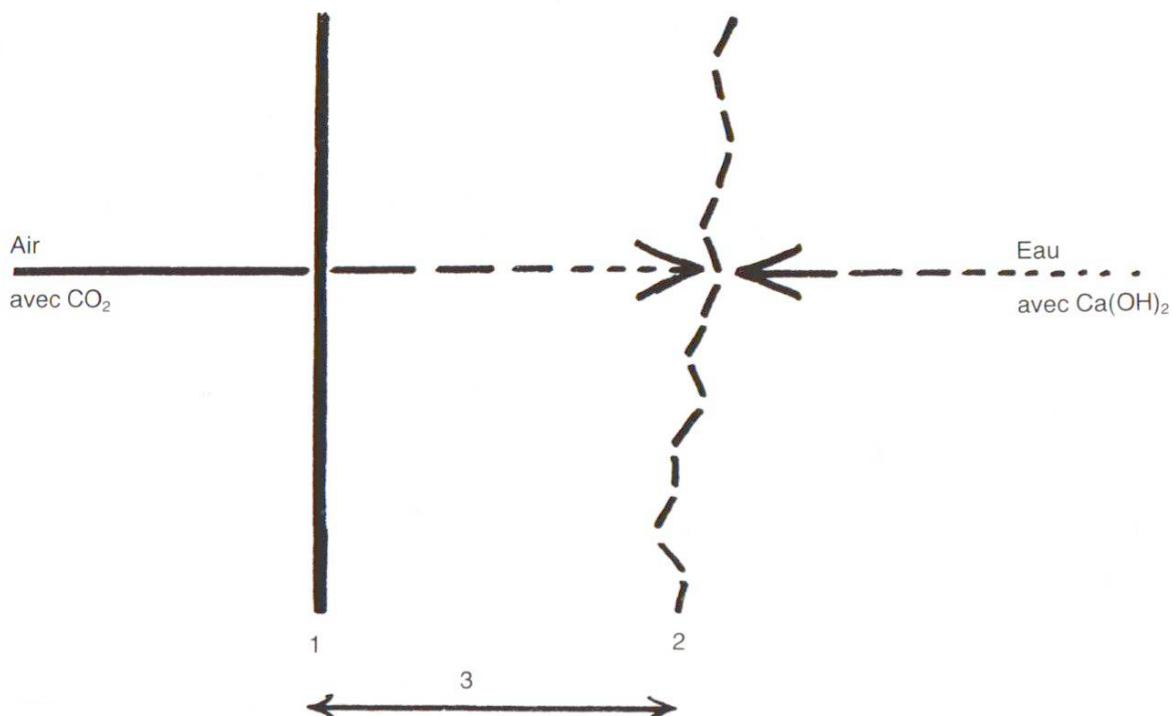

Fig. 1
**2** Pour que cette réaction ait lieu, il faut que l'air puisse pénétrer dans la pâte de ciment par son système capillaire comportant des ouvertures plus petites que 0,001 mm. Cela se produit à condition que les capillaires ne soient pas remplis d'eau. De l'autre côté, la réaction chimique est entretenue par l'hydroxyde de calcium légèrement soluble (1,3 g/l) amené par l'eau des pores du béton. La surface limite entre le système de pores en majorité secs contenant le CO2 et le réseau de pores en majorité humides contenant le Ca(OH)2 forme le «front de carbonatation», suivant le schéma de la figure 1. Quand l'alimentation moléculaire est égale des deux côtés, le front de carbonatation reste fixe et la «profondeur de carbonatation» est à son maximum. Le carbonate de calcium qui se forme est 100 fois moins soluble dans l'eau que l'hydroxyde. Il se dépose et forme alors barrage, interdisant à l'acide carbonique de pénétrer plus profondément.